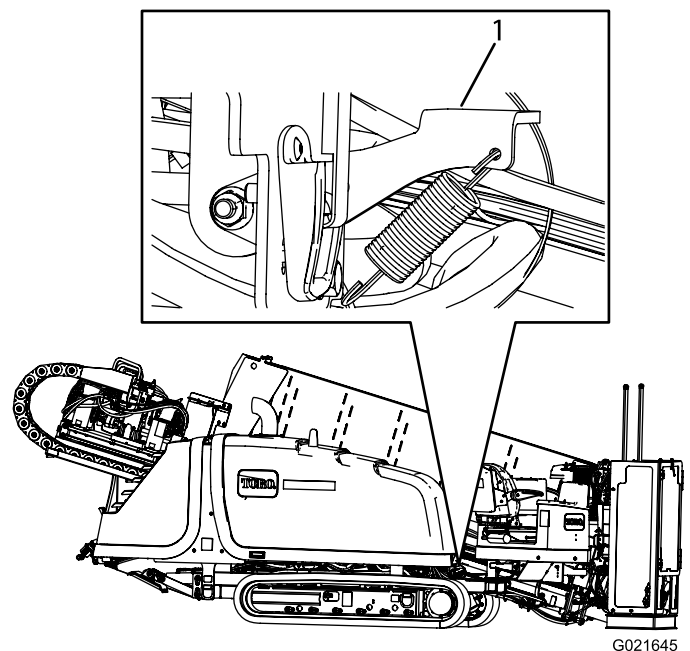

Figura 93
2. Presione hacia abajo sobre el cierre del capó, según se muestra en la (Figura 93).